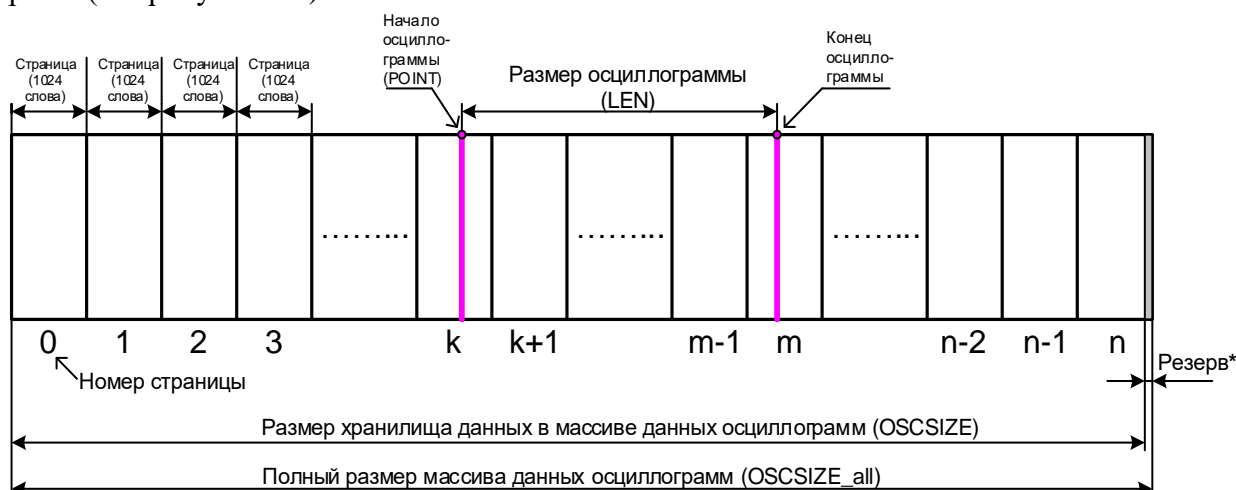

Рисунок 8.1
- определить адрес начала и окончания осциллограммы в массиве данных осциллограмм (см. рисунок 8.1).